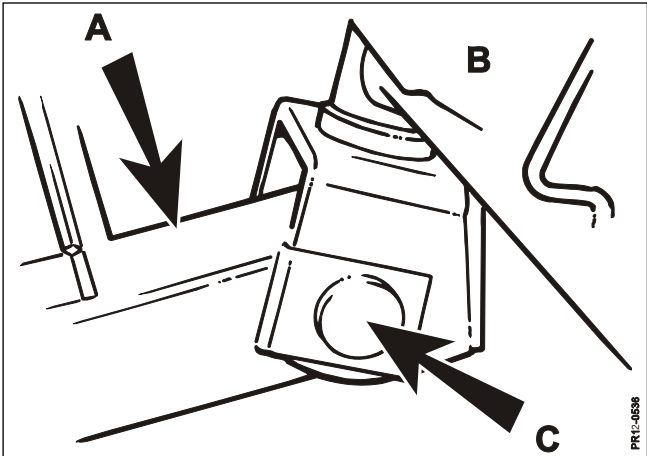

Fig. 1-2
- Fig. 1-2:** Bärramen B sätts fast mot utliggerbommen A med tappen C.